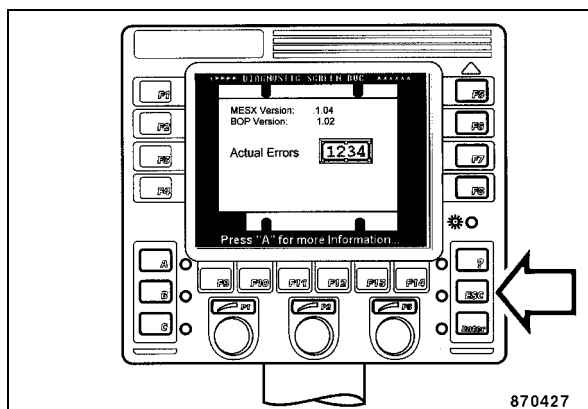

Fig. 191
- Con la tecla "ESC" (Fig. 191) se abandona la página de la pantalla con los códigos de error actuales.